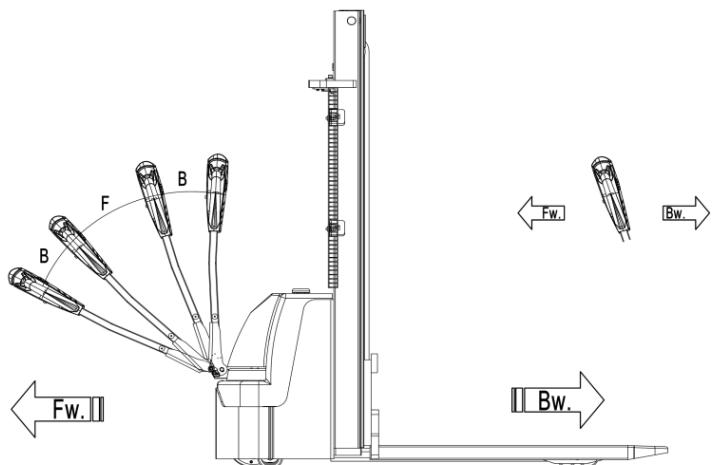

Рис.13: Направления движения
После того, как проведен запуск штабелера, и аварийная кнопка поднята, переведите ручку управления в рабочее положение («F», рис. 13).
Отклоните маховики управления в нужном направлении «вперед» («Fw», рис. 13) или «назад» («Bw», рис. 13).
- Штабелер тормозит, если ручку управления перевести в верхнее или нижнее положение к точкам торможения («B», рис. 13). При отпусканье рукоять управления автоматически возвращается в верхнее положение к точке торможения («B», рис. 13). Штабелер будет тормозить, пока не остановится.
- Кнопка противоотката (безопасности) (рис. 9, поз. 12) защищает оператора от получения повреждений и травм. Если эта кнопка включена, штабелер притормаживает и/или начинает движение в противоположном направлении («Bw», рис. 13) на небольшое расстояние и останавливается. Необходимо помнить, что эта кнопка действует, даже если штабелер не едет, но ручка управления находится в рабочем положении.